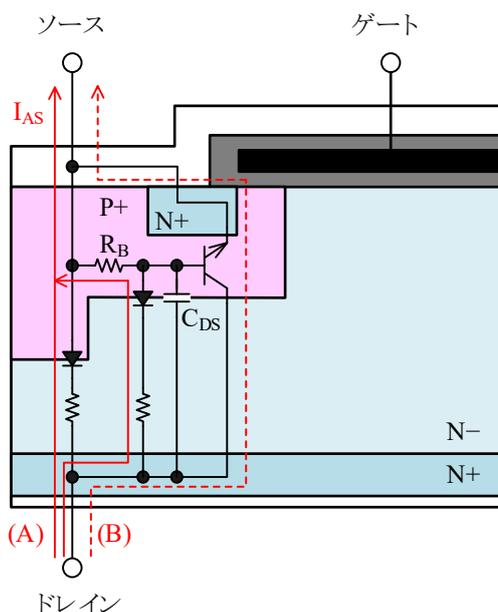

図 2-12 プレーナ型パワーMOSFET (N チャネル) の断面図
図 2-12 にプレーナ型パワーMOSFET (N チャネル) の断面図を示します。降伏領域に入ると、図 2-12 の (A) のようにアバランシェ電流 I_{AS} が流れます。このとき寄生 NPN バイポーラトランジスタのベース抵抗 R_B の両端に電圧が発生します。この電圧が寄生 NPN バイポーラトランジスタをターンオンするベース-エミッタ間電圧以上になると、図 2-12 の (B) のように電流が流れます。このときドレイン-ソース間の電圧が高いと寄生 NPN バイポーラトランジスタは 2 次降伏し、トランジスタに流れる電流が急増します。これによりパワーMOSFET が破壊します。